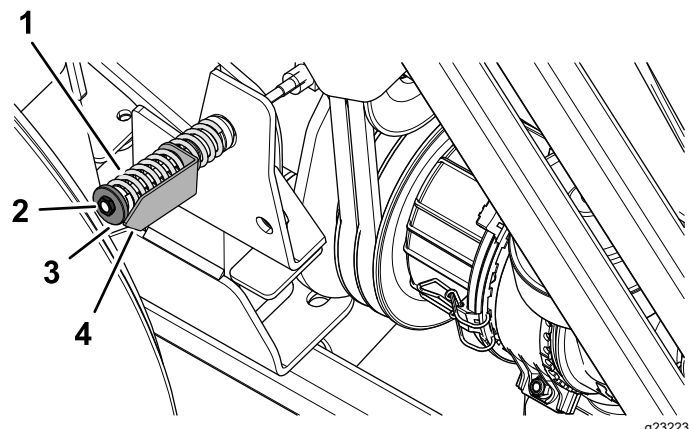

Figura 89
5. Se necessario, ruotate il dado del tensionatore della puleggia tendicinghia sinché la freccia dell'indicatore di tensione non si allinea con la superficie esterna della rondella (Figura 89).
8. Allentate il dado del tensionatore della puleggia tendicinghia; fate riferimento alla Figura 89 in Controllo della tensione della cinghia della PDF \(pagina 66\).